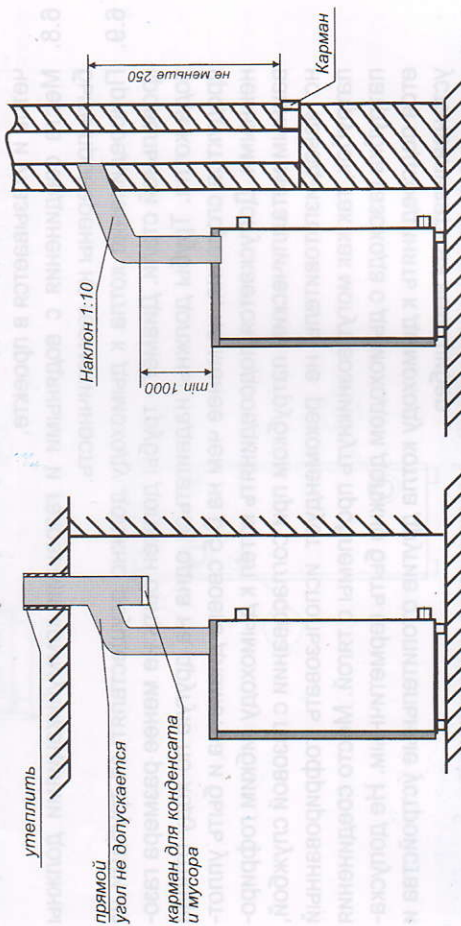

Рис. 2
- а) Дымоход, к которому подключается котел, как правило, должен быть расположен во внутренней капитальной стене здания (рис. 2). При расположении дымохода в наружной стене, толщина кладки должна соответствовать указанной в таблице: